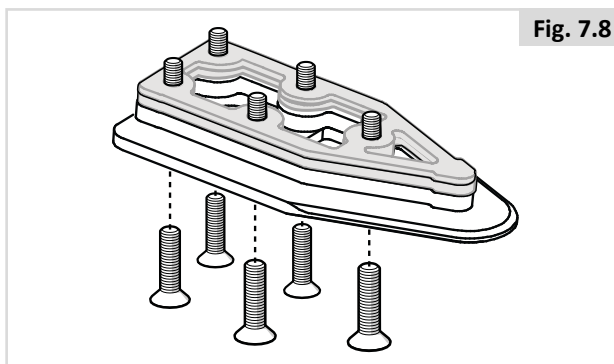

Fig. 7.8
3. Inserire le cinque viti attraverso la piastra di blocco, il distanziatore obbligatorio da 8 mm e gli eventuali distanziatori aggiuntivi opzionali (in figura riportati in grigio) (Fig. 7.8).